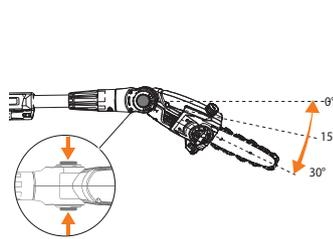

Рис. 13
- Регулировка угла наклона насадки пилы доступна в пяти положениях для изменения угла в пределах 0° / 30° . Для изменения угла – нажмите кнопку фиксатора и установите в необходимое положение, после чего отпустите кнопку для фиксации (Рис. 13).